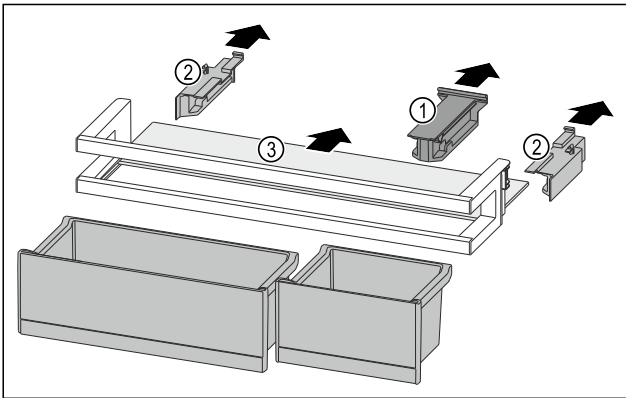

Fig. 92
- ▶ 拉出定位件 Fig. 92 (1)。
- ▶ 拉出侧面部分 Fig. 92 (2)。
- ▶ 取出搁板 Fig. 92 (3)。